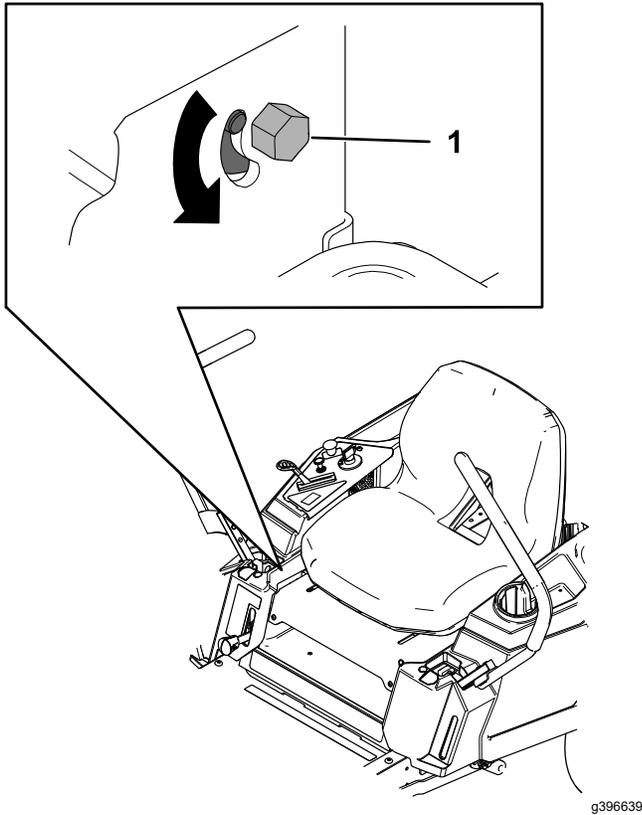

Figura 47
- Localice el perno de ajuste de la dirección cerca de la palanca de control de movimiento del lado que debe ajustarse (Figura 47).